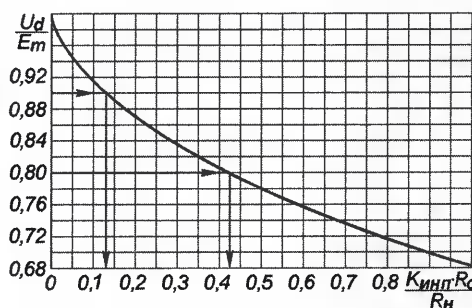

Рис. 2
определить изменения питающего напряжения U_d в зависимости от сопротивления нагрузки усилителя (при максимальной мощности синусоидального сигнала), воспользовавшись графиком зависимости $U_d / E_m = F(K_{\text{инп}} R_o / R_n)$, изображенным на рис. 2.
Если необходимо обеспечить уменьшение питающего напряжения при максимальной мощности, например, не более чем на 10 % ($\cos \theta = 0,9$) относительно режима холостого хода блока питания, сопротивление обмоток трансформатора, приведенное к полной вторичной обмотке, должно быть не более 0,64 Ом (определяется из (7) или по графику на рис. 2). Такое сопротивление обеспечит трансформатор стержневой конструкции габаритной мощностью около 300 В·А.